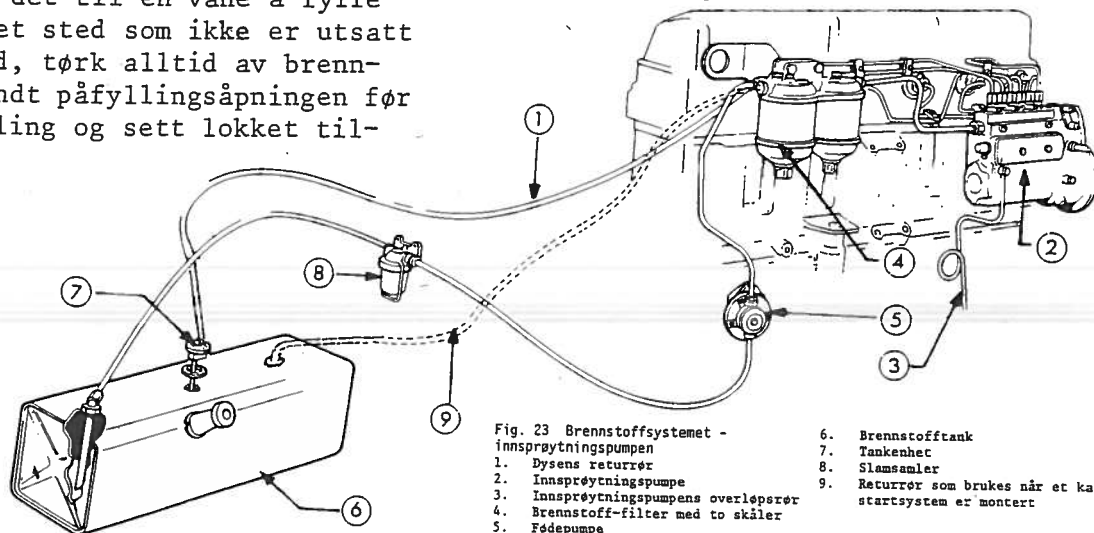

Fig. 23 Brennstoffsystemet -
Brennstoffsystemet (fig. 23)
Innsprøytningspumpen (2) (fig. 23) forsyner motoren med en helt nøyaktig dosert mengde brennstoff som tilpasses motorhastighet og belastning.